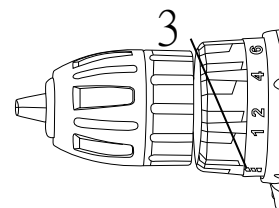

Рис. 5
Сверление обозначено значком (3)  на вращающемся кольце (Рис. 5).